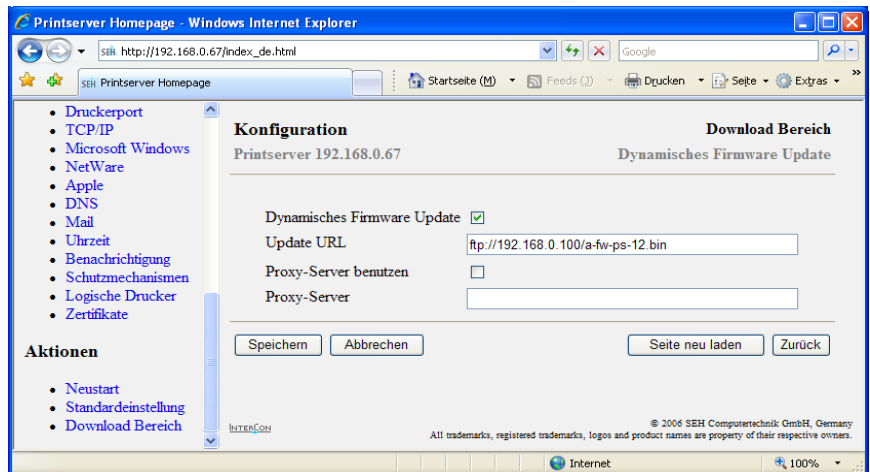

Abb. 54: Printserver Homepage - Dynamisches Update
3. *Wählen Sie im Menü **Aktionen** den Befehl **Firmware Update**. Der Dialog **Dynamisches Update** erscheint; siehe Abb. 54 ⇨  205.*